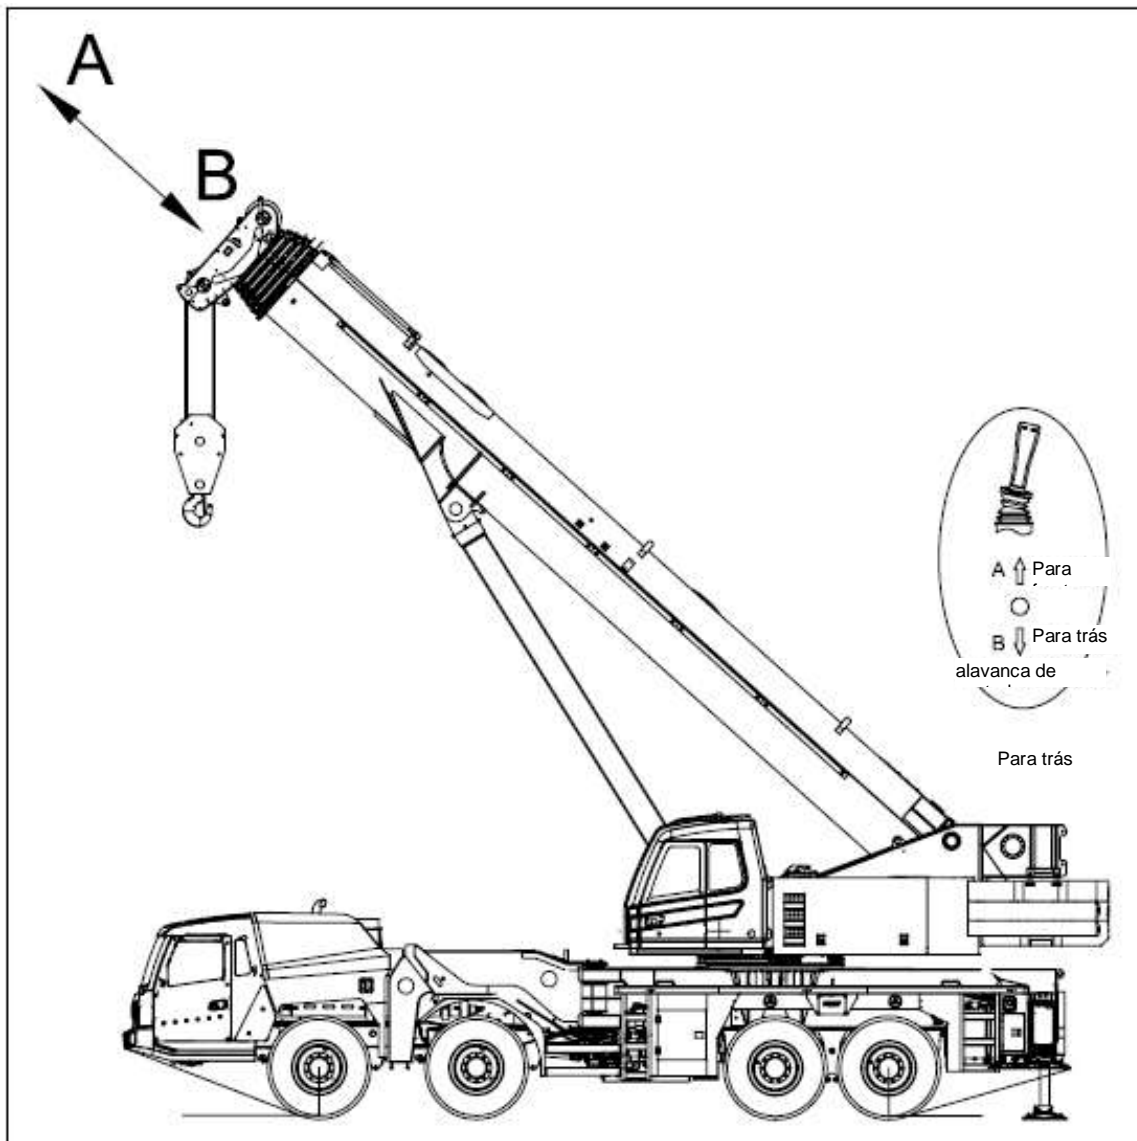

Fig.4-3.11 Operação telescópica da lança
d. Como mostrado na Fig.4-3.11, empurre as alavancas da esquerda para a frente ao telescópio para fora da lança e puxe a alavanca para trás. A velocidade de operação é regulada através de alavanca de comando e do acelerador.